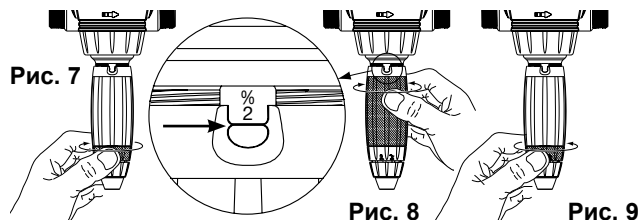

Рис. 7
- Освободите стопорное кольцо (Рис. 7).